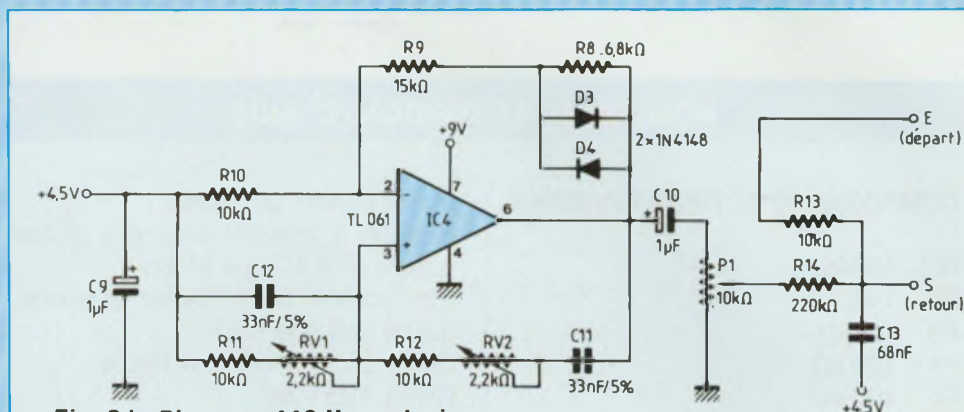

Fig. 8d : Diapason 440 Hz analogique.
Le montage de la figure 8d fait appel à un TL061, qui est une version "faible consommation" du TL081. (A) est câblé en montage non-inverseur, le gain minimal étant fixé à 2,8 par R9 et R10. On exploite la résistance dynamique de deux diodes montées "tête-bêche" dans la contre-réaction pour effectuer un contrôle automatique de gain (CAG). Ces diodes de stabilisation sont shuntées par une résistance de 3,9 k Ω , de façon à limiter le gain maximal à 3,2 lorsque les diodes sont bloquées. Ce cas se produit pour chaque passage à zéro du signal de sortie, puisqu'à cet instant, le courant traversant les diodes est nul : on évite ainsi de placer l'amplificateur en boucle ouverte sur une plage de $\pm 0,6$ V. La distorsion de croisement étant alors éliminée, la sinusoïde gagne en pureté.